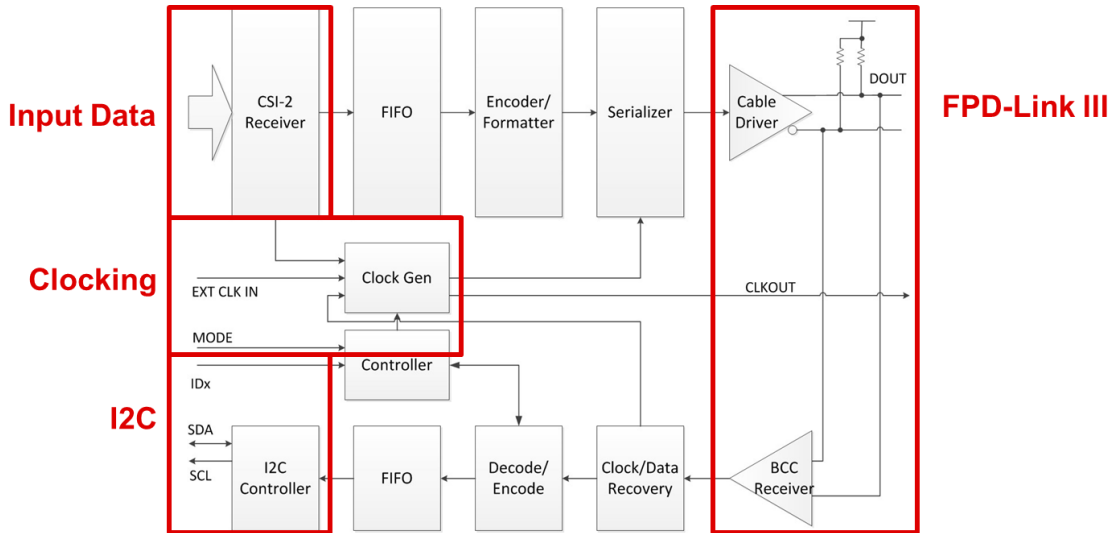

Figure 4. FPD Link 串行器典型的应用框图
在视频数据的发送端是 FPD Link 串行器 (TX)。串行器主要包括了视频接口、格式编码器、串行器、时钟电路、控制电路以及反向通道恢复电路，框图如 Figure 4。
常见的视频接口有 RGB、OLDI、HDMI、DSI、CSI、DP 等。一般一颗串行芯片只能支持一种视频接口，设计者需要根据 SoC (IVI) 或者 Sensor/ISP(ADAS)提供的视频接口选择合适的串行芯片。Figure 4 为 DS90UB953-Q1 的内部框图，视频接口为 CSI-2，数据率为 1.6Gbps/Lane，一个 CSI-2 接口提供总共 6.4Gbps 的数据吞吐率，只要视频数据率低于这个最大吞吐率就可以被传输。